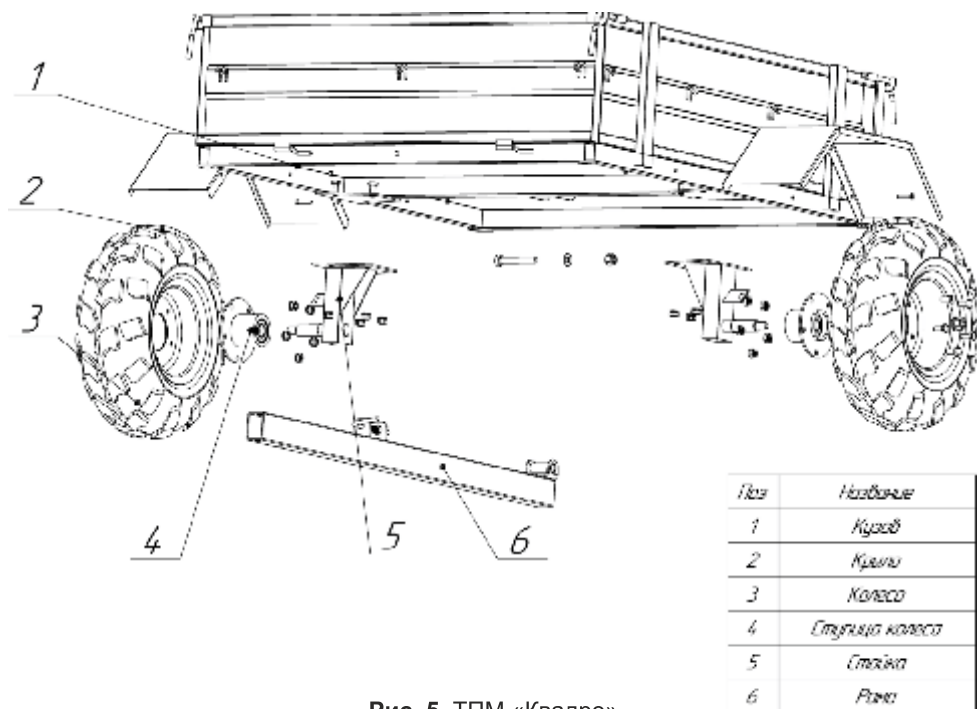

Рис. 5. ТПМ «Квадро».
5.4 Сборка телеги ТПМ «Квадро» (Рис.5).
•Положите кузов (1) на ровную поверхность вверх дном. Установите раму на кузов так, чтобы кронштейн, расположенный в задней части рамы (5) совпал с кронштейном, расположенным на кузове (1).
•Установите стойки колес (5) на основания, расположенные на кузове (1). Зафиксируйте болтами М10х25, шайбами Ø10, шайбами пружинными Ø10 и гайками М10.
•Установите колеса (3) на ступицы и закрепите при помощи болтов М10х25, шайб Ø10, шайб пружинных Ø10 и гаек М10.
•Установите крылья (5) на кузов телеги, закрепите их при помощи